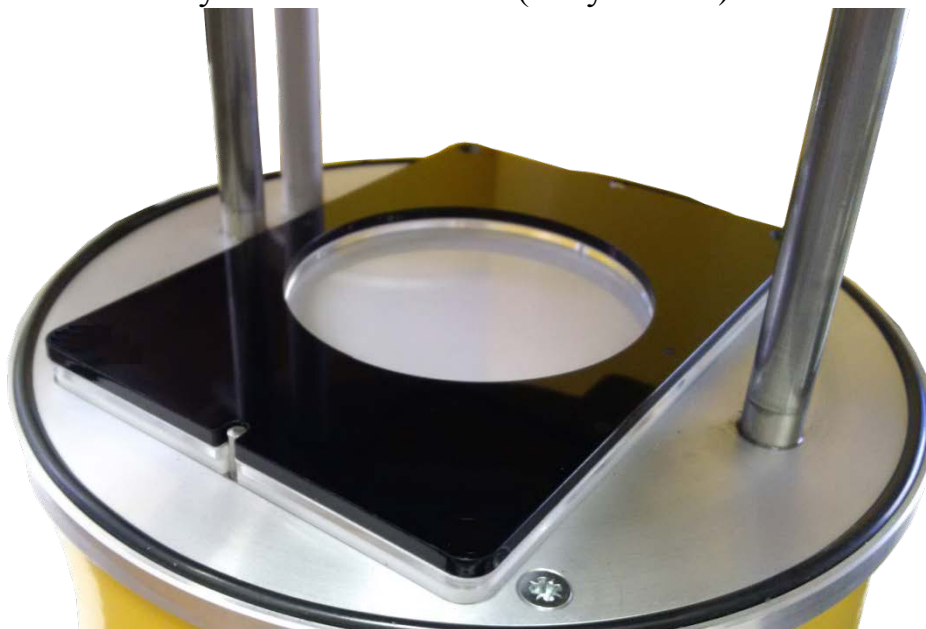

Рисунок 9.1. Установленный шаблон.
2. На место кассеты установить шаблон (Рисунок 9.1).